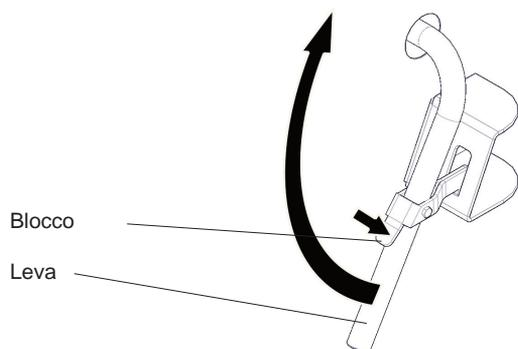

Fig. 10 Valvola riscaldamento aperta
1) **Aprire lo sportello, aprire la valvola riscaldamento**, premere la leva di bloccaggio e alzare la leva alla fine del percorso – Fig.10.